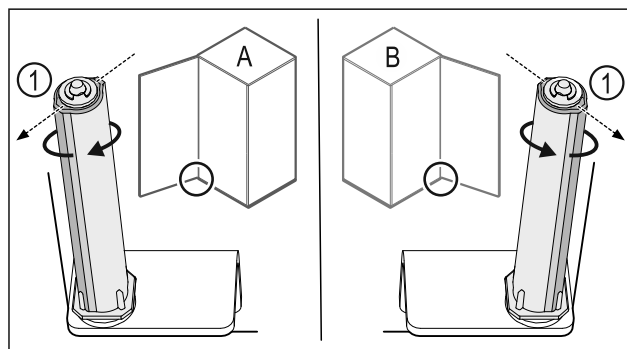

Fig. 30 Lewy ogranicznik (A) / prawy ogranicznik (B)
- ▶ Przekręcić system blokujący w kierunku przeciwnym do oporu, aż pręt systemu blokującego Fig. 30 (1) będzie skierowany na zewnątrz.